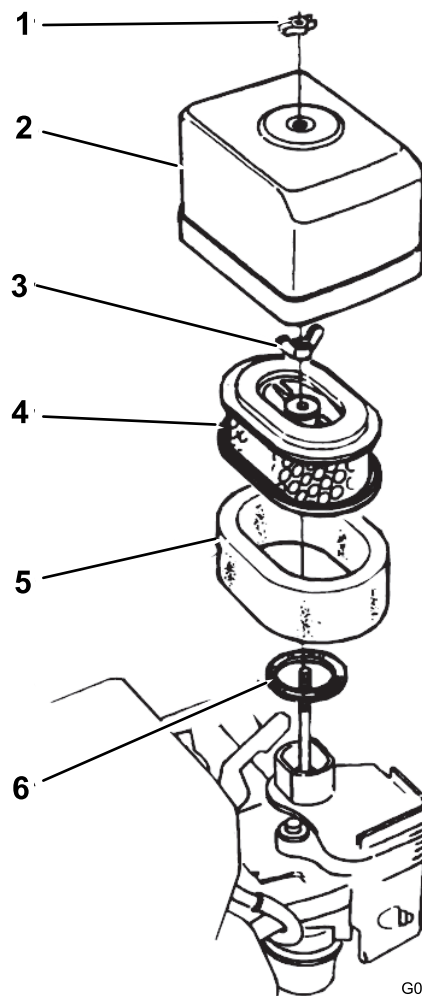

Рисунок 32
2. Удалите барашковую гайку крепления крышки воздухоочистителя и снимите крышку (Рисунок 32).
4. Удалите барашковую гайку крепления воздушного фильтра и снимите фильтр (Рисунок 32).
5. Снимите элемент из поролона с бумажного фильтра (Рисунок 32).